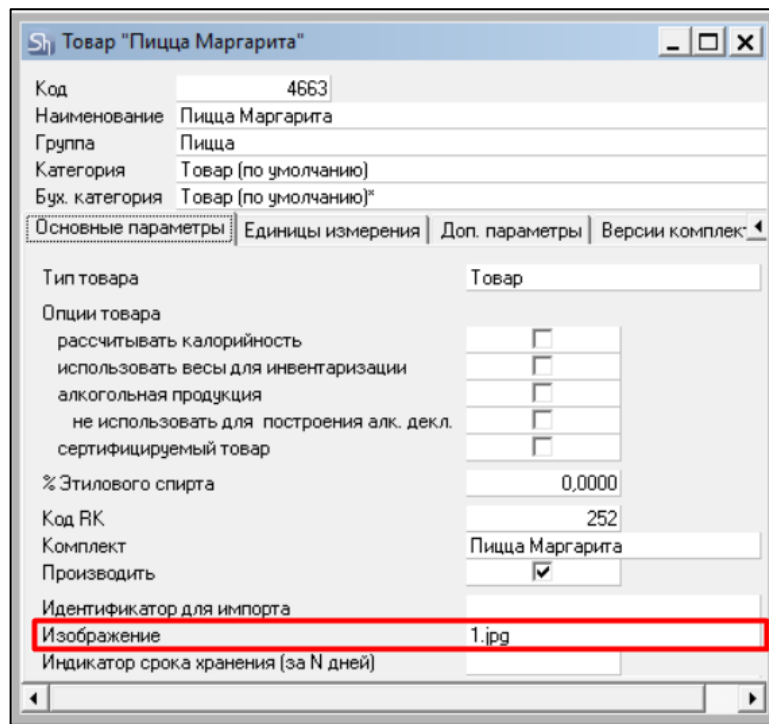

Рис. 152
2. На карточке товара в StoreHouse5 у атрибута Изображение укажите наименование картинки в формате JPG (см. Рис. 152).